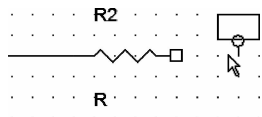
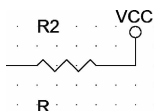

图 6-50 显示电源符号
图 6-51 放置电源
6. 单击 **OK** 按钮，退出对话框，在鼠标上显示浮动的电源符号，如图 6-50 所示，移动光标到需要放置电源的地方，单击鼠标即可完成放置，如图 6-51 所示。此时鼠标仍处于放置电源的状态，重复操作即可放置其他的电源符号。